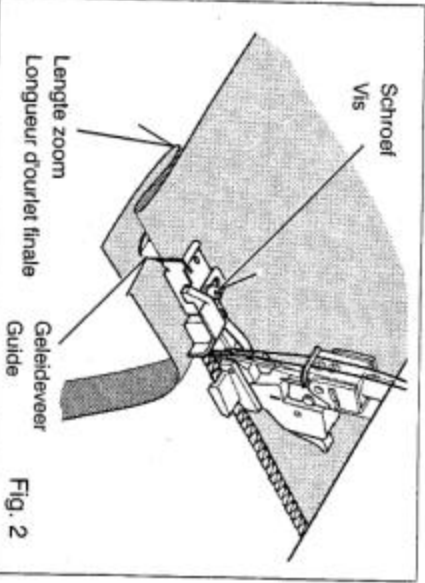
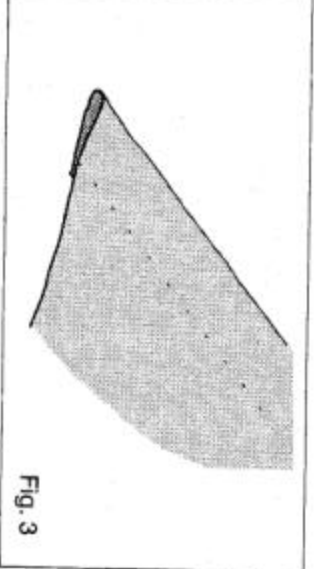

Fig. 2
Fig. 3
3. Als u tevreden bent over het naaimonster, start u met naaien. De buitenzijde van de naad wordt afgesneden Zie Fig. 2. Pers, na het naaien, de zoom plat. De steken moeten bijna onzichtbaar zijn op de goede kant van de stof. Zie Fig. 3.
Le guide se règle par une petite vis placée sur le dessus du pied presseur (voir Fig. 2).
3. Quand tout est bien réglé, coudre l'ourlet à vitesse stable et modérée. La partie extérieure sera coupée par la machine - voir aussi Fig. 2. L'ourlet terminé, ouvrir le tissu et le repasser encore.
Les points doivent être pratiquement invisibles du côté endroit du tissu (voir Fig. 3).